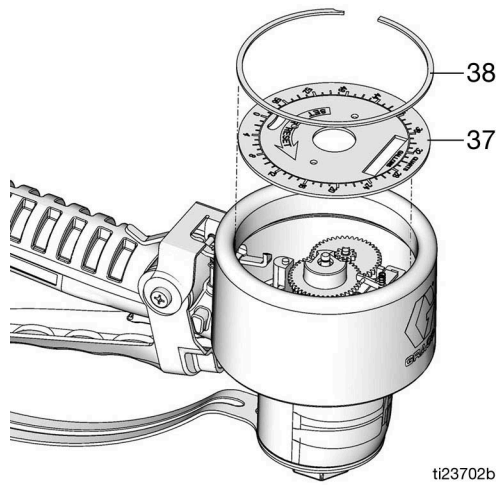

ABB. 33
3. Die Frontplatte (37) und die große Halteklammer (38) montieren (ABB. 33).